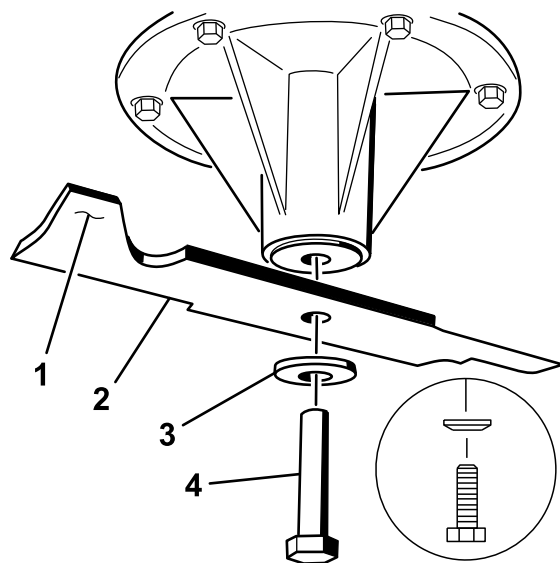

Figura 80
1. Instale la cuchilla en el eje (Figura 80).
2. Instale la arandela de muelle y el perno de la cuchilla (Figura 80).
Nota: El cono de la arandela de muelle debe estar orientado hacia la cabeza del perno (Figura 80).